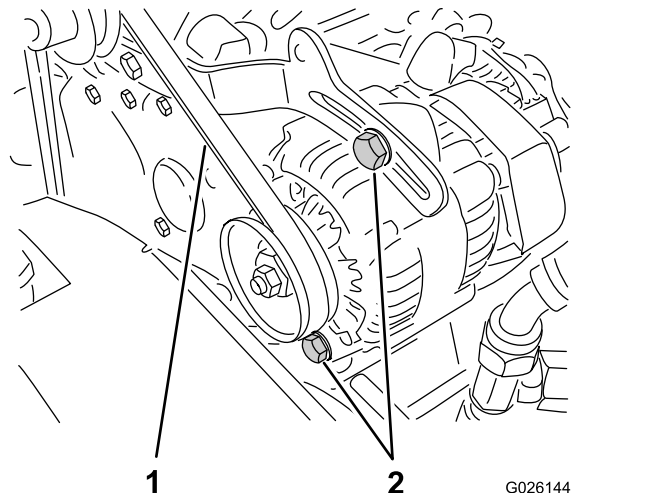

Bild 63
2. Prüfen Sie die Spannung, indem Sie eine Kraft von 10 kg in der Mitte zwischen der Lichtmaschine und den Kurbelwellenscheiben ansetzen (Bild 63).
- A. Lockern Sie die zwei Befestigungsschrauben der Lichtmaschine (Bild 63).
Riemenspannung erzielt ist. Ziehen Sie die Befestigungsschrauben dann fest (Bild 63).